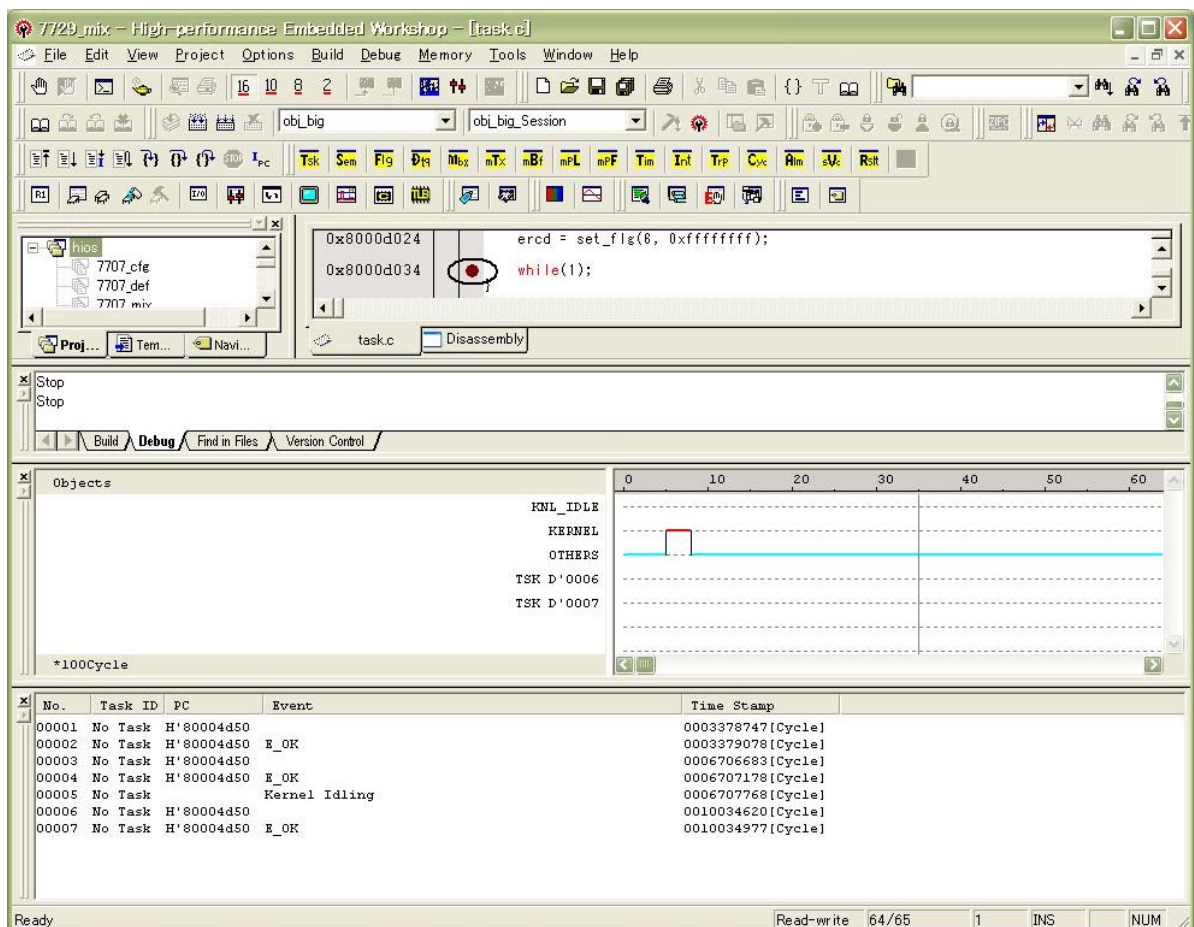

図2.19 ブレークポイントの設定
- (19) [Task]ウィンドウおよび[Action Result]ウィンドウのポップアップメニューから[Hide]を選択して、ウィンドウを閉じてください。再実行する前に Task7 の while(1);文まで実行したら停止するようにブレークポイントを設定しておきます。図 2.19の丸で囲んだ部分をダブルクリックしてブレークポイントを設定してください。